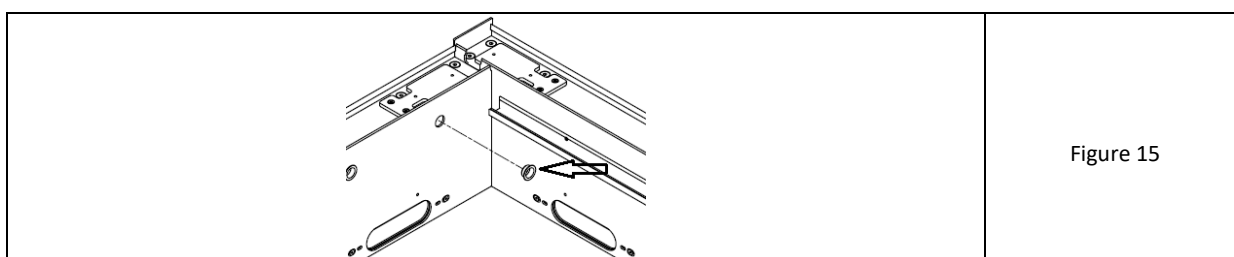

Figure 15
16. Enfiler les bagues collectrices extérieures dans les grandes fenêtres des axes de lames sur les poutres longitudinales (Fig. 15).